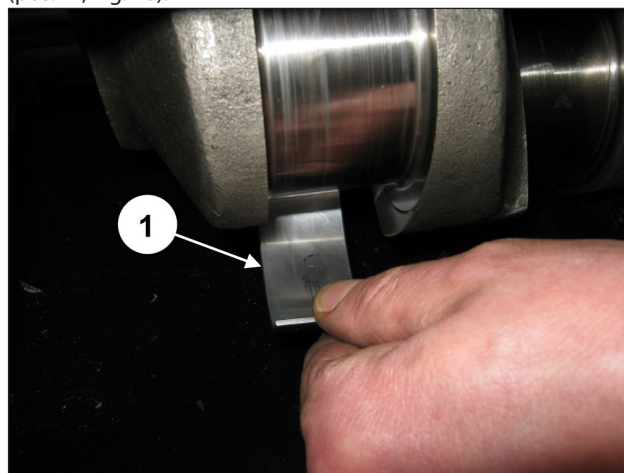

Fig. 20
Extraer los 3 semicojinetes superiores de las semibielas (pos. ①, Fig. 20).